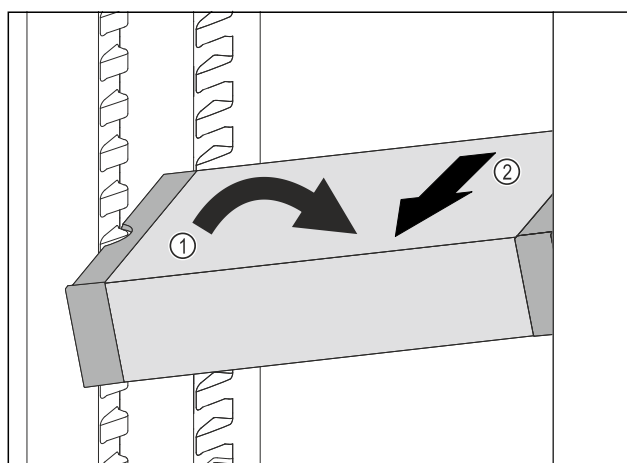

Fig. 127
- Impostare il vano frigorifero di VarioSafe ad angolo. Fig. 127 (1)
- Rimuovere VarioSafe tirando in avanti. Fig. 127 (2)